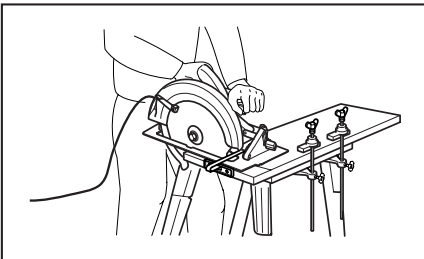

Fig. 4 Una típica ilustración de cómo sostener correctamente con la mano una pieza, un soporte de la pieza de trabajo y un cable prolongador.
**ADVERTENCIA:** Es importante sostener correctamente la pieza de trabajo y mantener la herramienta con firmeza a fin de evitar que pierda el control de ella, lo que podría ocasionar heridas personales. La Fig. 4 muestra un soporte estándar manual de la herramienta.